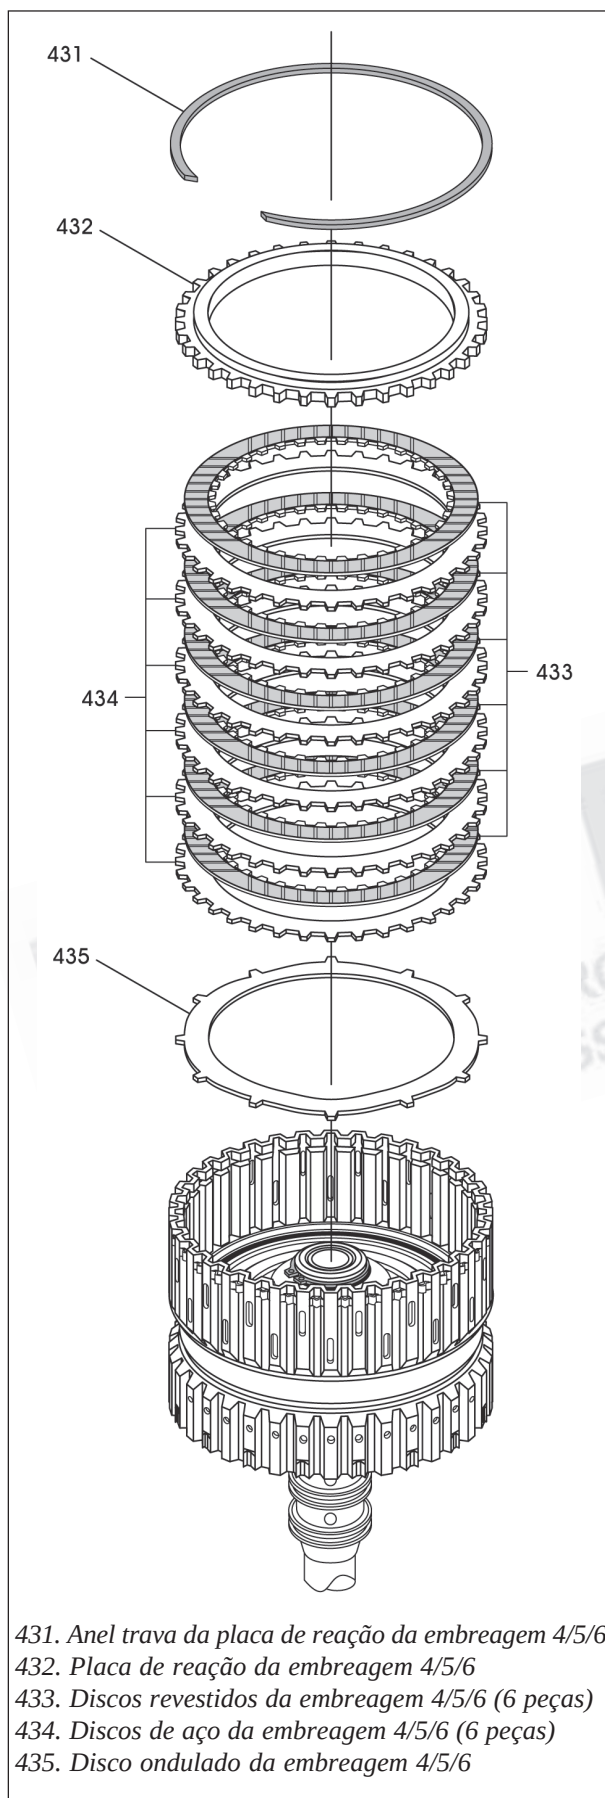

Figura 78
11. Instale o disco ondulado da embreagem 4/5/6, conforme mostra a figura 78.
12. Instale os discos da embreagem 4/5/6 começando com um disco de aço e alternando com um disco revestido até instalar 6 de cada, conforme mostra a figura 78.
13. Instale a placa de reação, conforme mostra a figura 78.
14. Instale o anel seletivo da placa de reação da embreagem 4/5/6 conforme mostra a figura 78.